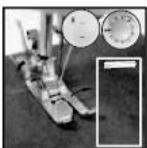

Abb.17
- (1) Legen Sie den Stoff unter den Nähfuß und senken Sie den Nähfuß auf das Tuch, wo Sie das Knopfloch nähen müssen, und wählen Sie dann das Maschenmuster #8.
- (2) Schalten Sie den Schalter ein und nähen Sie 5-6 Stich bei niedriger Geschwindigkeit, dann schalten Sie den Schalter aus (Abb. 17).